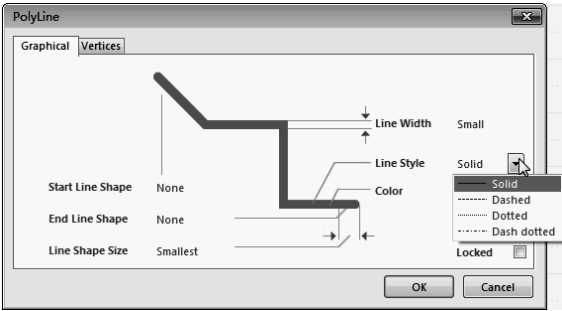

图 4-2-7 Line Style 属性
⑤ Line Style 属性。如图 4-2-7 所示，单击 Line Style 属性旁的下拉菜单按钮，弹出直线类型设置的下拉菜单。